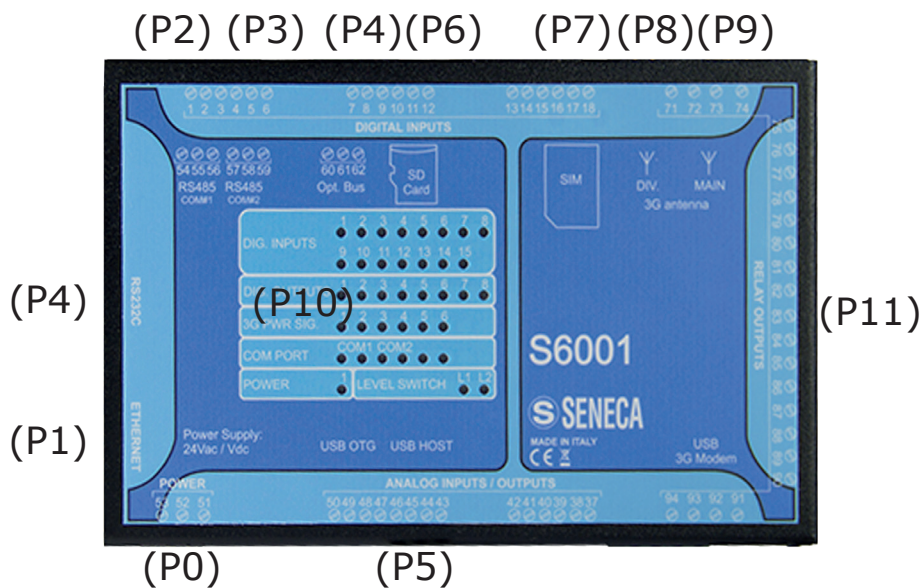

Fig. 2 RTU
L'RTU (Fig. 2 a pag. 12) è dotato di:
- alimentazione (P11 - Fig. 2 a pag. 12),
- ingressi/uscite (P2 - Fig. 2 a pag. 12),
- porte di comunicazione (P2, P3, P4 - Fig. 2 a pag. 12),
- LED di segnalazione (P10 - Fig. 2 a pag. 12),
La porta **(P6 - Fig. 2 a pag. 12)** non viene utilizzata dal sistema.